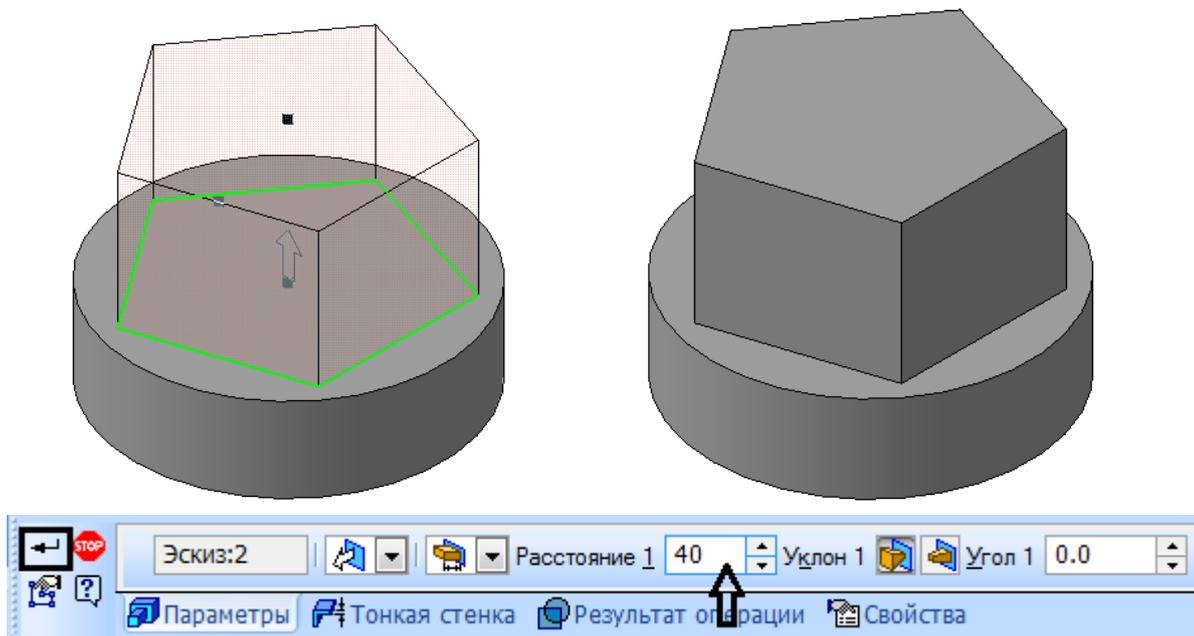

Рисунок 29.
7. На панели  **Редактирование** нажмите кнопку  **Операция выдавливания** и вытяните ваш эскиз, указав в параметрах «На расстояние» и размер **40мм**. На экране появится фантом выдавливания. Для завершения операции нажмите  **Создать объект** (рисунок 29).